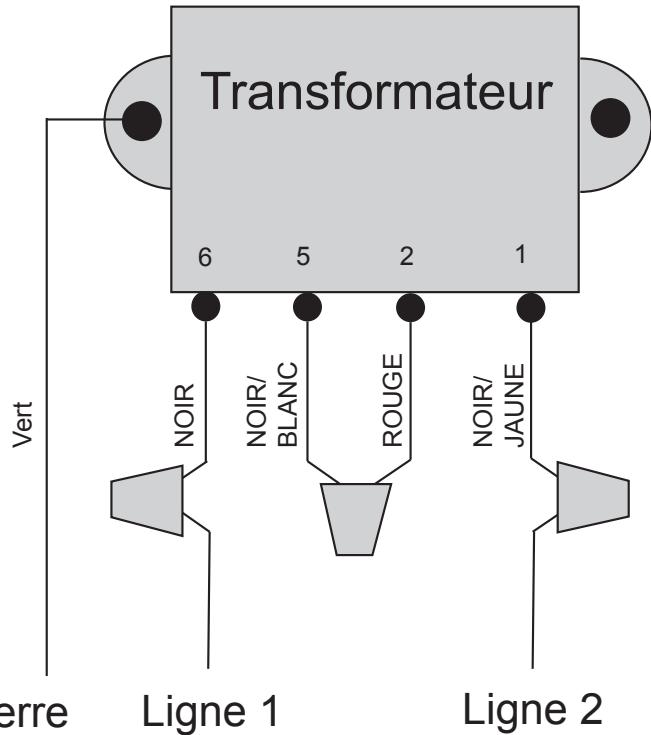

Figure 4. Câblage en usine des modèles K-1100, K-2300 et LEV110CK/2G pour un fonctionnement en 220 volts
Si le service électrique disponible est de 110 VCA, le câblage de l'alimentation doit être changé pour fonctionner sur 110 VCA comme indiqué aux figures 4 et 5.
4. Pour un fonctionnement en 220 volts, branchez le fil noir à la ligne 1 et branchez le fil noir à rayure jaune à la ligne 2. Voir la Figure 4.
Reportez-vous aux figures 4 et 5 et procédez comme suit :
1. Coupez le capuchon de raccordement reliant les fils noir/blanc et rouge. Voir la Figure 4.